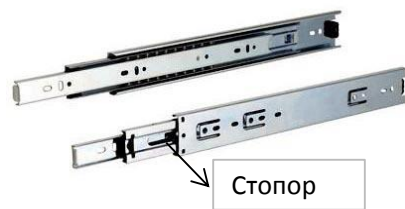

Рис.4 Схема установки шариковых направляющих полного выдвижения
2. Сборка выдвижных ящиков. Соедините стенки ящиков поз.4,5,6 шурупами 4x30. Стенку фасадную поз.11 закрепить к стенкам ящика поз.5,6 эксцентриками. Дно ящика поз.10 установить в паз на фасадной стенке ящика и закрепить шурупами 3x16 к стенкам поз.4,5,6. Направляющие поз.042 закрепить к стенкам ящика поз.5,6 шурупами 3,5x16. Ручку поз.037 закрепить шурупами 4x30 к фасадной стенке ящика. Установить ящики в проем (см рис.4).